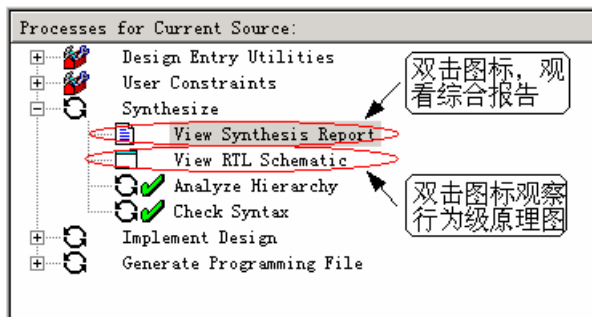

图4-75 综合步骤完成后，分析综合结果
4. 完成 XST 综合后，展开当前资源操作窗的综合步骤，双击“View Synthesis Report”图标观察综合报告，双击“View RTL Schematic”图标观察寄存器传输级原理图，分析综合结果，如图 4-75 所示。